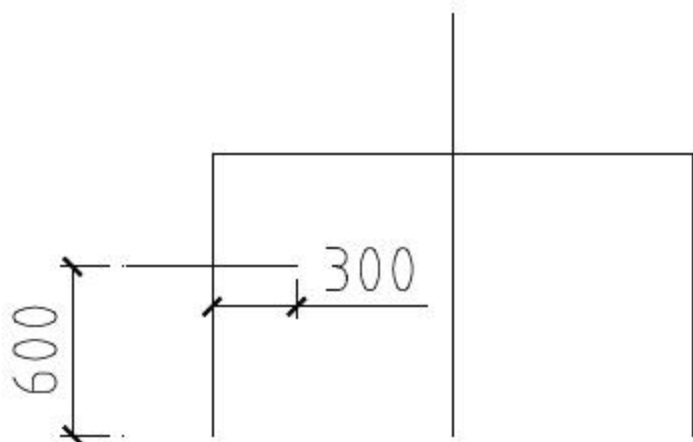

图8-58 绘制水平线段
- 03 调用L【直线】命令，绘制长度为600的水平线段，如图8-58所示。